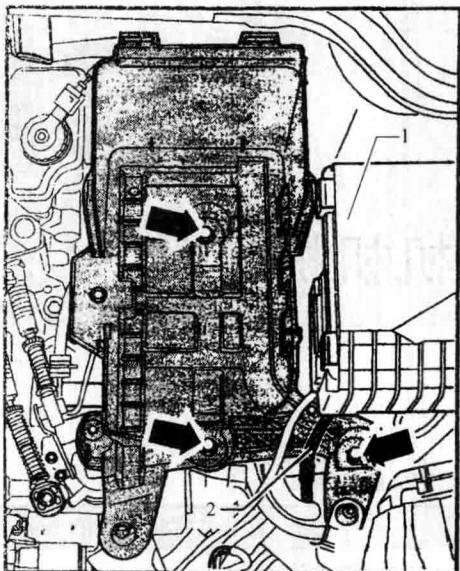

图 1-1 拨下发动机导线
- 7) 拆卸前围排水槽前围隔板。打开电控箱盖，拧下导线。拧出图 1-1 箭头所示的螺栓，拆下蓄电池支架。从发动机控制单元上拔下发动机导线束的插头。